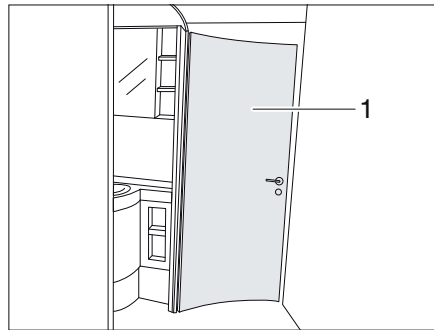

Fig. 220 Espace de bain
Selon l'équipement, la porte de l'espace toilette (Fig. 220,1) peut être bloquée dans 1 à 3 largeurs d'ouverture différentes pour former un espace de bain. Selon la largeur d'ouverture sélectionnée, différentes parties de local sont reliées ensemble.
- ▷ La porte de l'espace toilette (Fig. 220,1) ne peut pas être utilisée comme paroi de séparation pendant le trajet.